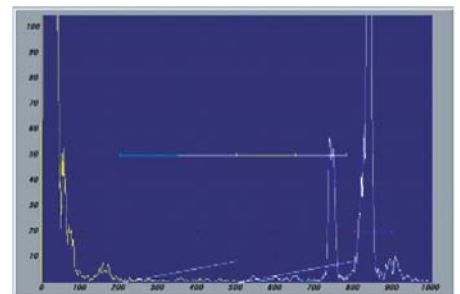

図2 超音波波形のワイド表示
- 超音波波形画面をワイド表示することで、幅の広い材料に対しても波形を確認しやすくしています(図2)。